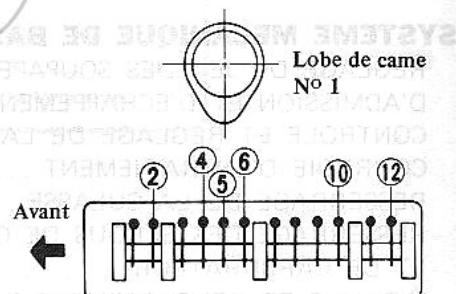
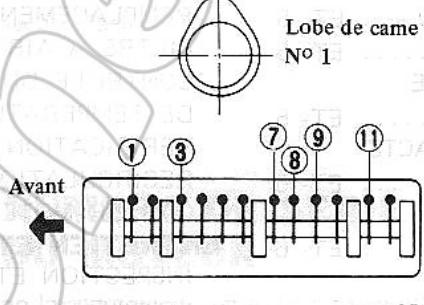

Fig. ET-3 Ordre de réglage du jeu des soupapes
Fig. ET-2 Ordre de réglage du jeu des soupapes
(1) Régler de telle façon que le point élevé du lobe de came N° 1 soit en position haute. Cf; Fig. ET-2.
- Soupape d'échappement ① du cylindre N° 1.
- Soupape d'admission ③ du cylindre N° 2.
- Soupape d'échappement ⑦ et soupape d'admission ⑧ du cylindre N° 4.
- Soupape d'échappement ⑨ du cylindre N° 5.
- Soupape d'admission ⑪ du cylindre N° 6.
(2) Régler de telle façon que le point élevé du lobe de came N° 1 soit en position basse. cf. Fig. ET-3.
- Soupape d'admission ② du cylindre N° 1.
- Soupape d'échappement ④ du cylindre N° 2.
- Soupape d'admission ⑤ et soupape d'échappement ⑥ du cylindre N° 3.
- Soupape d'admission ⑩ du cylindre N° 5.
- Soupape d'échappement ⑫ du cylindre N° 6.